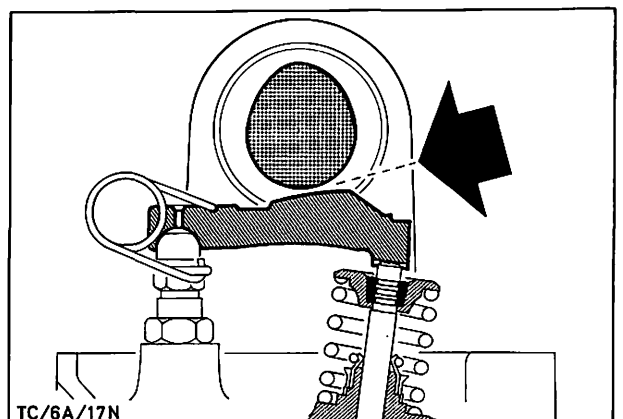

Abb. 199 Ventilspiel messen
11. Ventilspiel überprüfen, Abb. 199, eventuell einstellen (siehe Arbeits-Pos.-Nr. 21 213 „B“-Motor).